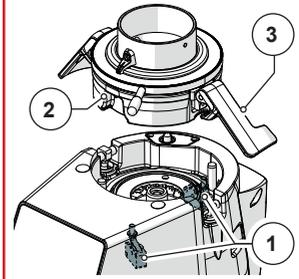

Fig. 9
- **Microinterruttori di rilevamento camera estraibile in posizione di lavoro (Fig. 9)**